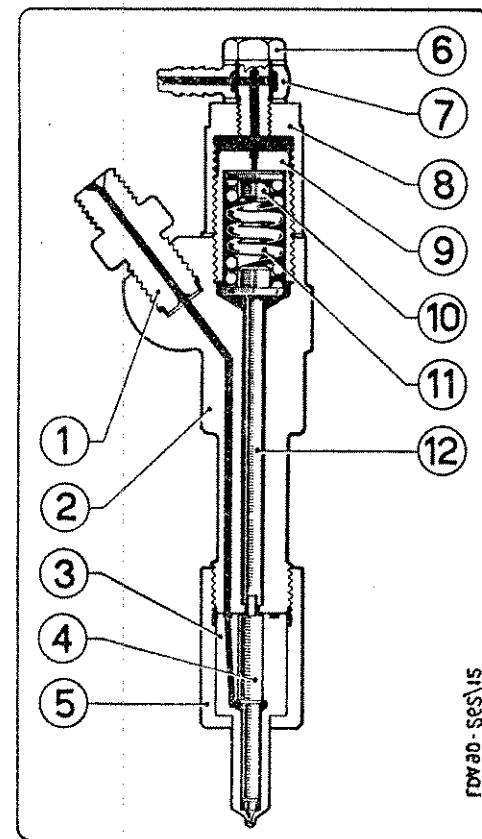

Fig. 2 - SEZIONE DEL POLVERIZZATORE CON PORTA-POLVERIZZATORE DEL COMBUSTIBILE
**B) Polverizzatore e porta-polverizzatore.** — Il polverizzatore è del tipo a fori multipli; è bloccato sul portapolverizzatore mediante una ghiera. Gli elementi del complesso si possono rilevare dalla fig. 2 pag. 7. Il polverizzatore ha i fori disposti in modo asimmetrico e pertanto, nel rimontarlo sul portapolverizzatore, occorre fare attenzione a far coincidere i grani di riferimento disposti su quest'ultimo; tali grani sono sistemati in modo che il polverizzatore possa essere correttamente montato in una sola prestabilita posizione.